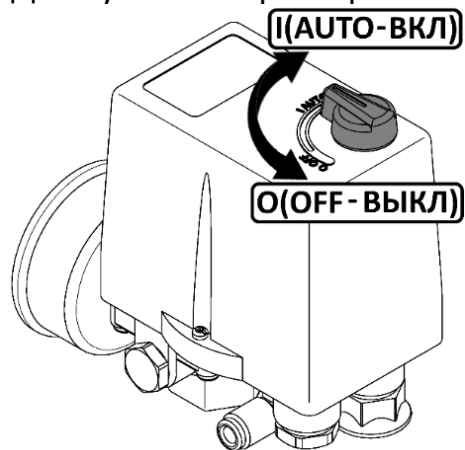

Рисунок 3
- Проверьте, чтобы выключатель на реле давления находился в выключенном положении "O" (рисунок 3).
- Выключить компрессор выключателем на реле давления. Для этого необходимо переключить выключатель в положение "O" или "OFF", в зависимости от исполнения (см. рисунок 3). После этого остановится электродвигатель и произойдет сброс давления из нагнетательного воздухопровода и поршневого блока.
- 1 Переключите выключатель на прессостате в положение "O" или "OFF", в зависимости от исполнения (см. рисунок 3).